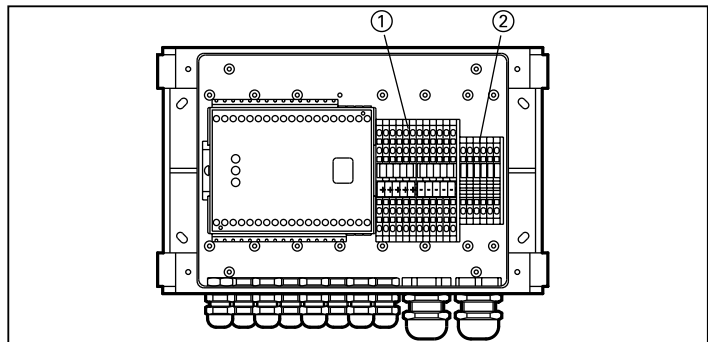

Fig. 5-1: borniers du boîtier IP 65
**Remarque** Pour le boîtier IP 65 les borniers situés à l'intérieur du boîtier doivent être utilisés selon *fig. 5-1* pour ce qui concerne les barrières de sécurité et les capteurs d'inhibition.